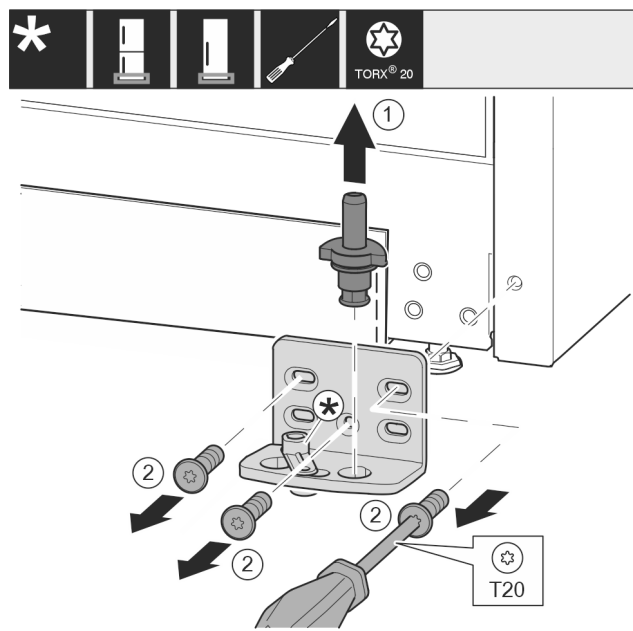

Fig. 14
- Ložiskový čep Fig. 14 (1) celý vytáhněte nahoru.
- Šroubovákem vyšroubujte šrouby Fig. 14 (2) a sejměte stojan ložiska.